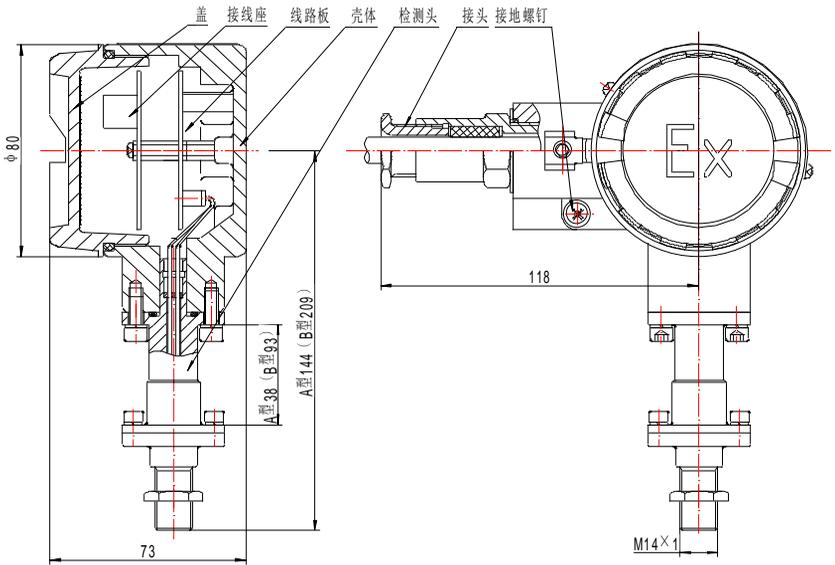

图 1 LW-FI 结构图
流量转换器的结构如图 1、表 1 所示。
1. 外形尺寸（参见图 1）。
流量转换器的安装（参见图 1），